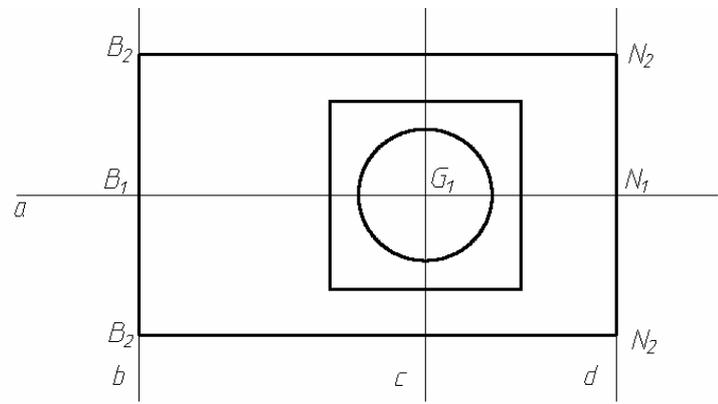

Рис. 18. Построение окружности и квадрата
Увеличим на весь экран построенный контур вида сверху так, как объяснено в п. 6.1.1. На увеличенном изображении (рис. 18) построим окружность диаметром 28 мм и квадрат со стороной 40 мм.
2. На запрос **Центр круга...**: установим курсор (см. рис. 18) в центр «будущей» окружности т. G_1 (при включенной объектной привязке курсор должен автоматически притянуться к этой точке) и зафиксируем клавишей **Enter**.
Квадрат (см. рис. 18) построим по заданному центру в т. G_1 и стороне 40 мм. Для построения квадрата рационально использовать команду **Многоугольник**, которая позволяет сформировать многоугольник с любым количеством углов.